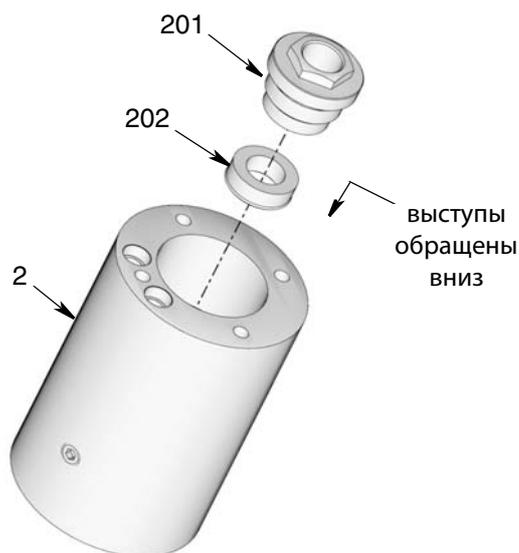

Рис. 34
1. Нанесите тонкий слой консистентной смазки на уплотнение П-образного сечения (202).
2. Используйте плоский инструмент с тупым концом для посадки уплотнения П-образного сечения (202) с обращенными вниз выступами в переходник насоса (2) (Рис. 34).
3. Накрутите шестигранную гайку (201) внутри переходника насоса (2). Используйте гаечный ключ для надежной затяжки гайки (Рис. 34). Затяните с усилием 18 - 22 футов на фунт (24 - 30 Н•м)